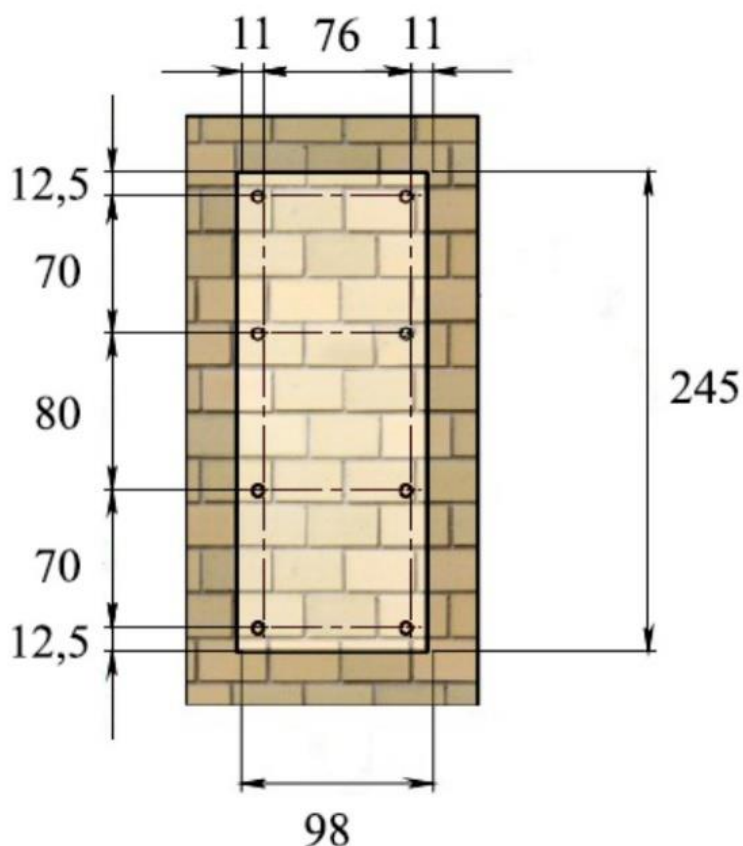

Рисунок 5 — Разметка установочных отверстий
- 2.3.2. Поместить крепление в подготовленное углубление и убедиться, что все кабели для подключения вызывной панели свободно проходят через отверстие для кабелей и не мешают монтажу. Разметить в углублении восемь установочных отверстий (рисунок 5).